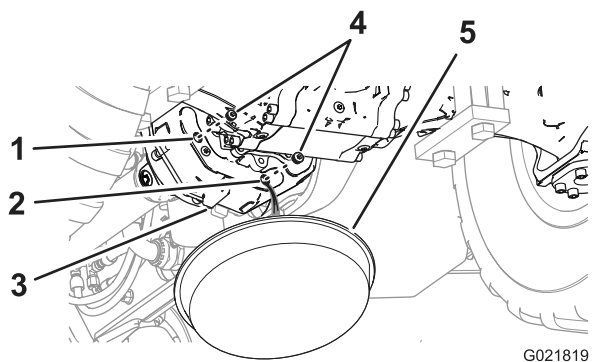

Рисунок 73
1. Поместите сливной поддон под заднюю часть картера трансмиссии (Рисунок 73).
- Отверните пробки сливного и смотрового отверстий картера трансмиссии (Рисунок 73).